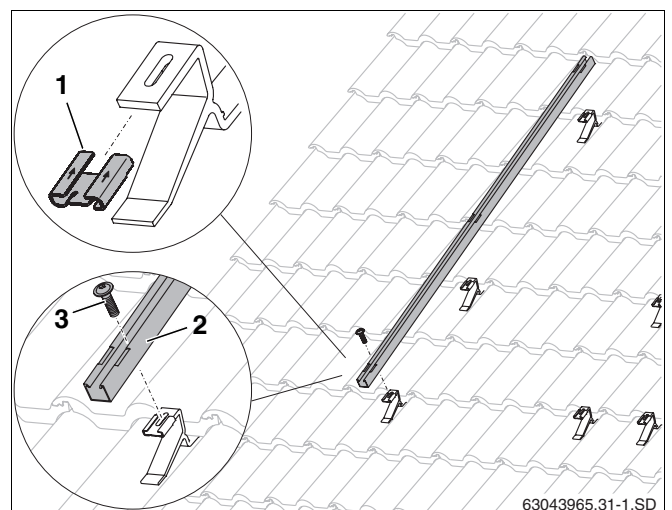

Fig. 29 Fixation du profil de la charge de neige
- Glisser l'écrou coulissant (fig. 29, **pos. 1**) dans le sens de la flèche sur les crochets.
- Poser le profil (fig. 29, **pos. 2**) sur les crochets et visser avec la vis M8 (fig. 29, **pos. 3**).